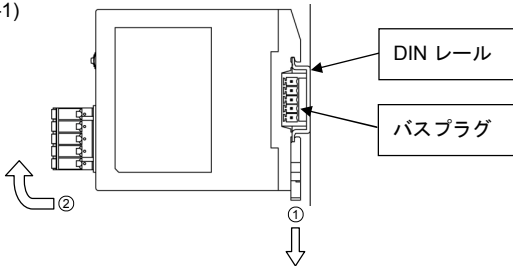

図2.3-1
- (1) 本器のロックレバーを下(①)、下から持ち上げるようにDINレールから取り外してください(②)。DINレールにバスプラグが残った状態になります。(図2.3-1)